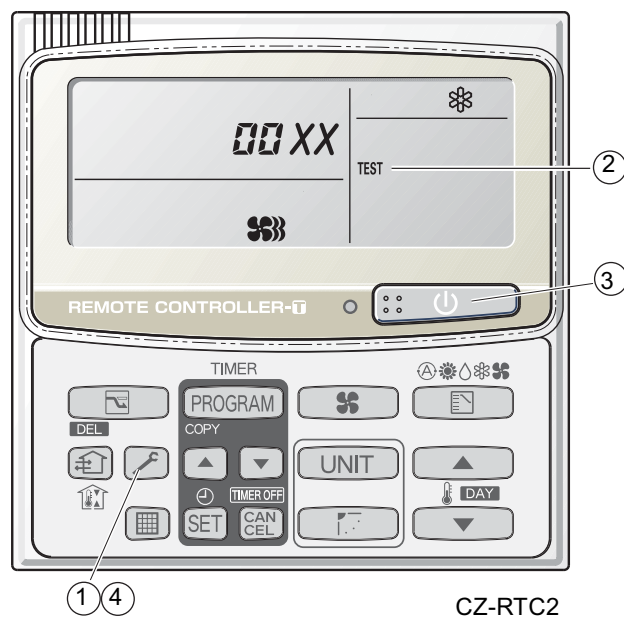

Fig. 6
- (1) Pressez la touche  pendant 4 secondes ou plus.
- (2) "Test" s'affiche sur l'écran LCD de la télécommande (Fig. 6).
- (3) Mise en route.
- (4) Pressez  pour revenir à l'affichage normal de la télécommande.